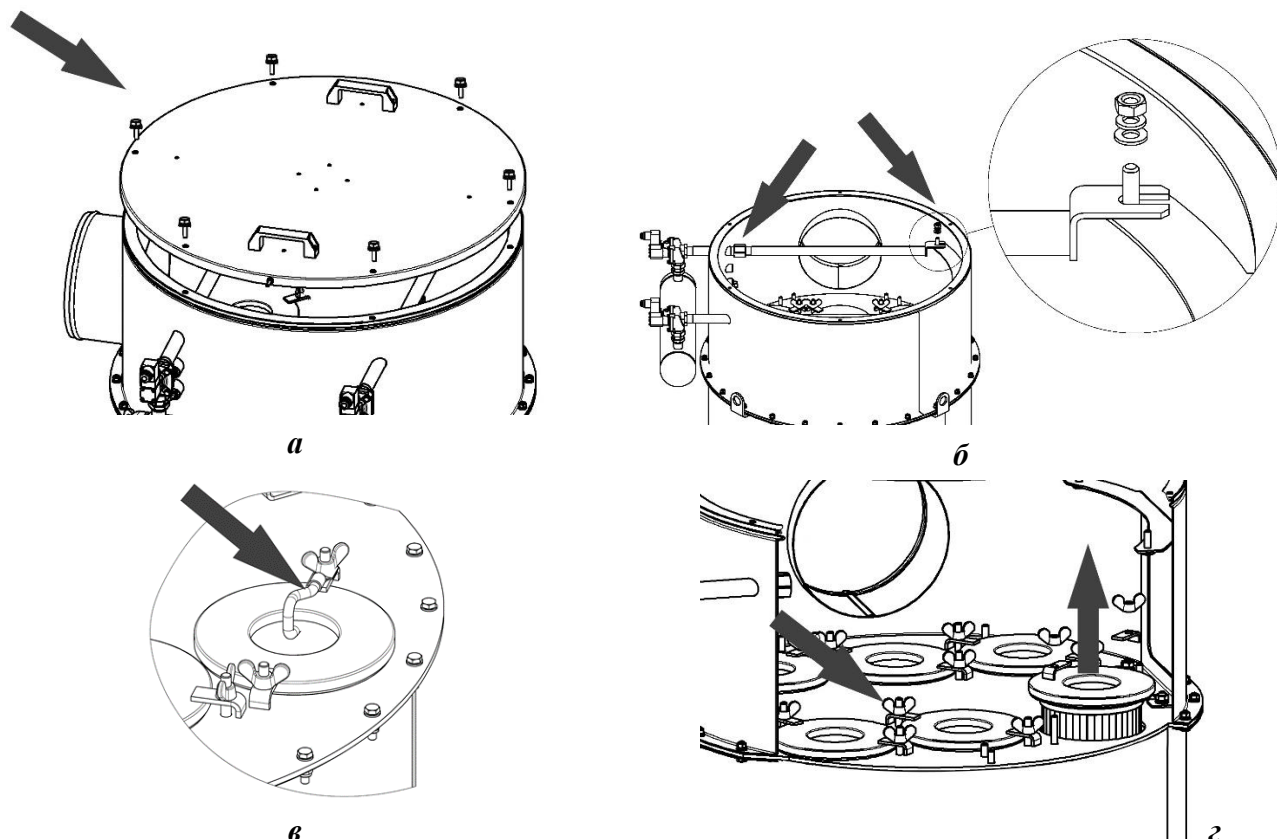

Рисунок 11
- 5) открутить гайки-барашки и поднять крышку камеры очищенного газа (рисунок 11а);
- 6) открутить крепления продувочных трубок, а затем трубки снять (рисунок 11б);
7) открутить гайки-барашки, который крепят прижимы картриджей. Для антистатических картриджей (тип ТС) снять заземлитель (рисунок 11в). Извлечь картриджи (рисунок 11г);